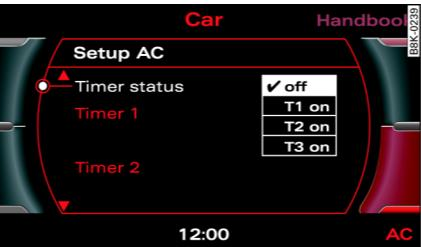

图 107 显示屏：定时器
- 选择：功能按钮 **CAR** > 控制按钮 **Clima**（空调）> **Timer status**（定时器状态）⇒ 图 107。